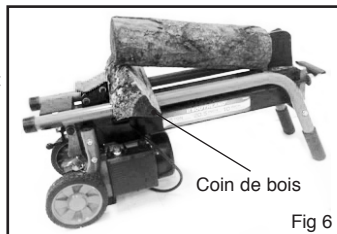

Fig 6
2. Après le retrait complet du vérin, insérez un coin de bois sous la bûche coincée. (Fig 6)